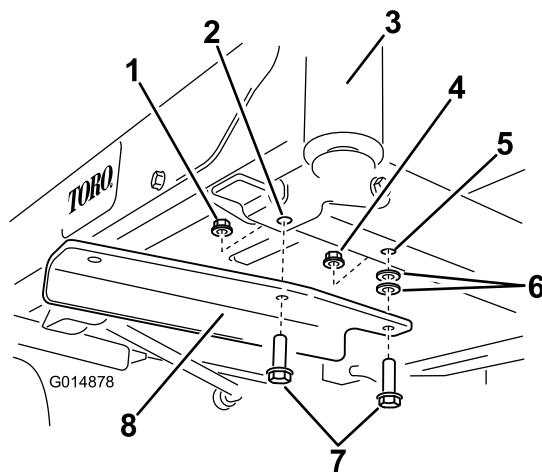

Bild 5
4. Befestigen Sie die linke Halterung mit zwei Schrauben ($\frac{3}{8}$ " x 1 $\frac{1}{4}$ "), zwei Scheiben und zwei Sicherungsmuttern ($\frac{3}{8}$ ") an der Unterseite des Rahmens (Bild 5).